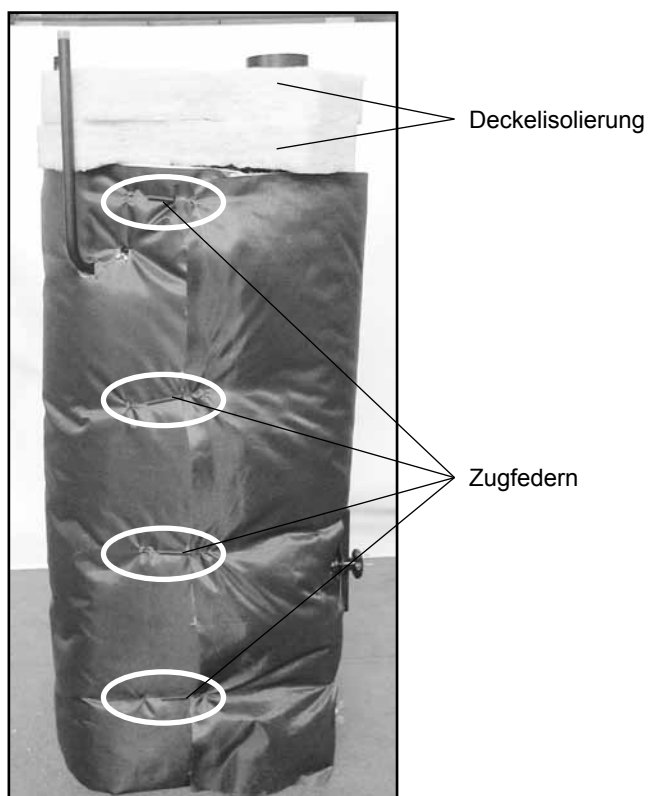

Abb. 19
- Wickeln Sie die Isolierung um den Kessel und fixieren Sie diese mit den mitgelieferten Spannfedern (Abb. 19)